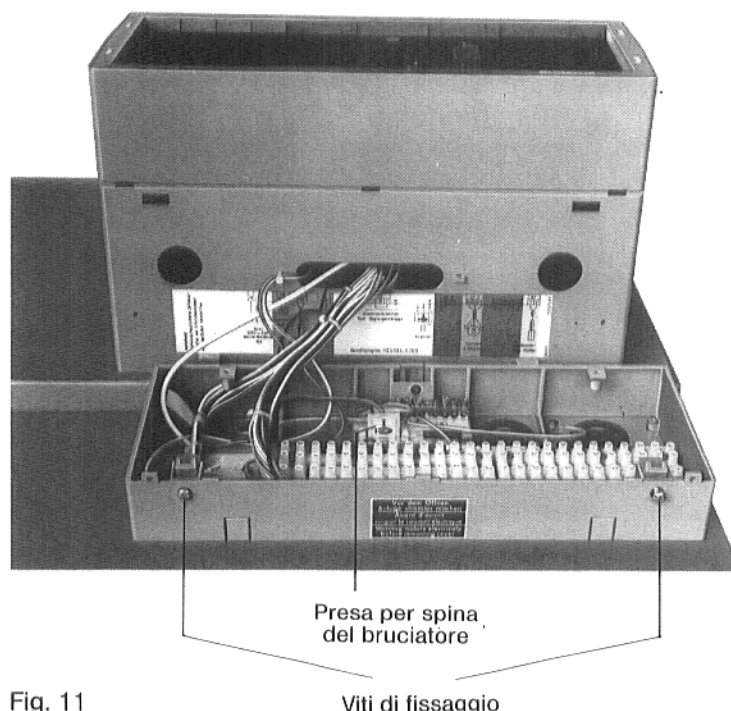

Fig. 11
13. Immettere i collegamenti a spinotti del quadro comando nelle corrispondenti morsettiere della bassetta, quindi stringere tutte le viti (Fig. 11).
16. Immettere da sotto la spina del bruciatore nella controparte della bassetta, all'immissione reggere la spina, da sopra (Fig.11).
18. Disporre il quadro comando sulla bassetta e fissarlo con le viti di fissaggio (Fig. 11).